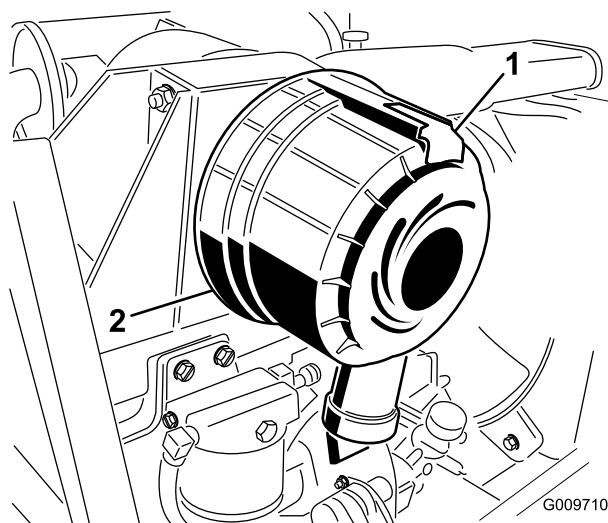

Figure 26
1. Tirez le verrou vers l'extérieur et tournez le couvercle du filtre à air dans le sens antihoraire (Figure 26).